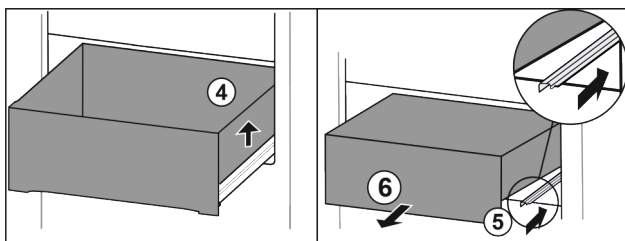

Fig. 72
- Повдигнете чекмеджето отдясно. Fig. 72 (4)
- Вкарайте дясната релса. Fig. 72 (5)
- Извадете чекмеджето напред. Fig. 72 (6)